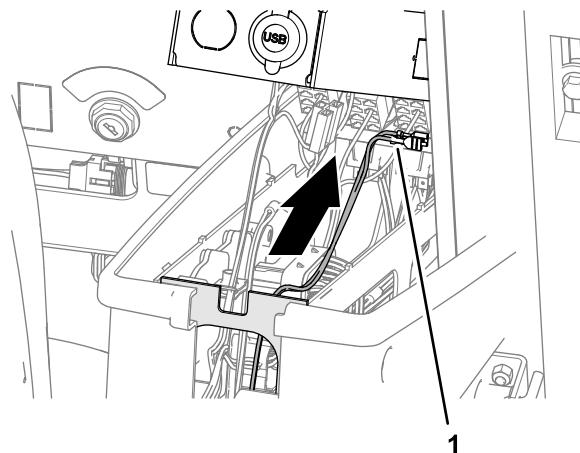

**Figura 106**
1. Encaminhe a derivação da cablagem identificada com REMOTA ENGAGE SWITCH através do olhal (Figura 106) que instalou na secção 16 Perfuração da base da consola (página 31).
2. Encaminhe a derivação da cablagem identificada com REMOTE ENGAGE SWITCH na consola central (Figura 106).